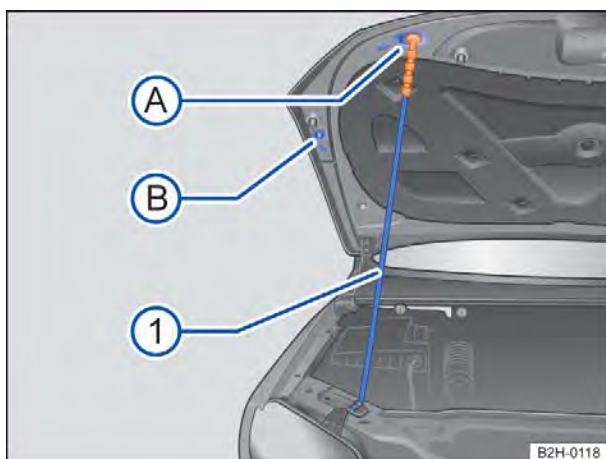

Fig. 132 Fixar a tampa do compartimento do motor com a haste de sustentação.
- Erguer a tampa do compartimento do motor pela alavanca de destravamento ② (seta) e abri-la totalmente.
- Desencaixar a haste de apoio ⇒ Fig. 132 ① no punho de cor contrastante, no lado direito do fecho ⇒